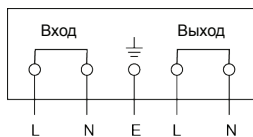

Рис. 9. Принципиальная схема проводки изделий ТМ-3 – ТМ-10
6.3 Монтаж изделия должен выполняться электриком, обладающим профессиональными знаниями, в соответствии со схемой соединений. Схема соединений изделия показана на рис. 9.